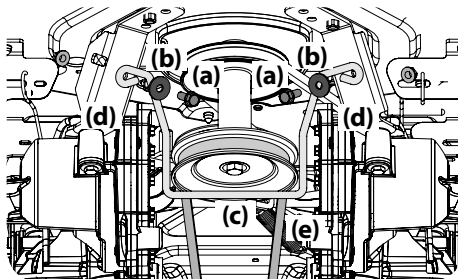

Figura 4-12
3. Extraiga el tornillo de arandela hexagonal (a), la arandela plana (b) que asegura la varilla del guardacorreas (c) con los soportes de montaje (d) y retire varilla del guardacorreas (c). Consulte la Figura 4-12.
5. Retire la correa en 'V' (e) de la p Polea de la toma de fuerza (PTO), ubicada en la base del motor en los tractores de PTO manual, y prosiga con el Paso 9. Consulte la Figura 4-12.
14. reinstale la varilla del guardacorrea (Consulte la Figura 4-12) y el cable de la PTO (Consulte la Figura 4-12).